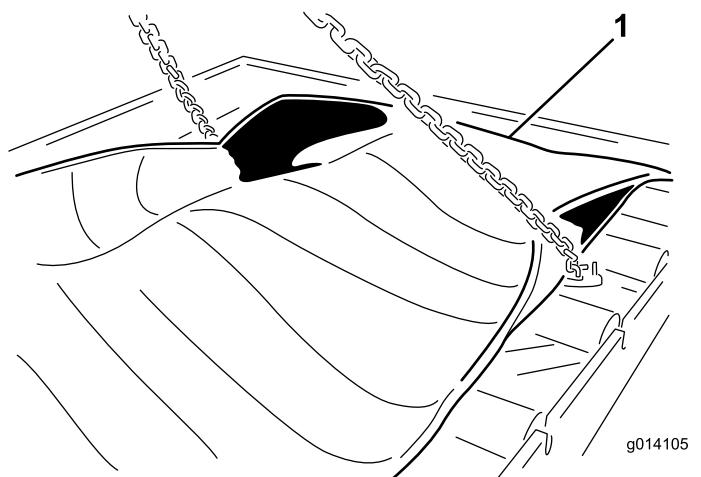

Figura 59
23. Rimuovete i 24 bulloni per liberare il telaio portante (Figura 59).